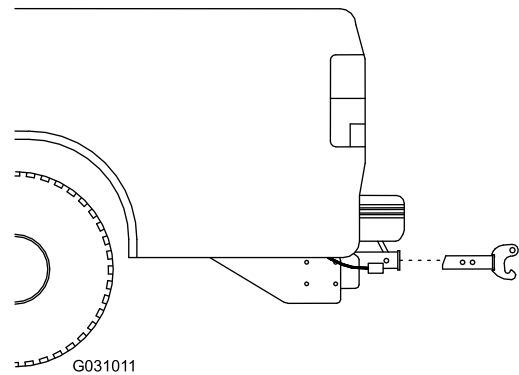

Bild 9
- Verbinden Sie die RT3-Kupplung mit der Fahrzeugkupplung und richten Sie die zweite Befestigungsöffnung an der Streuerkupplung mit der Öffnung in der Fahrzeugkupplung aus (Bild 9).